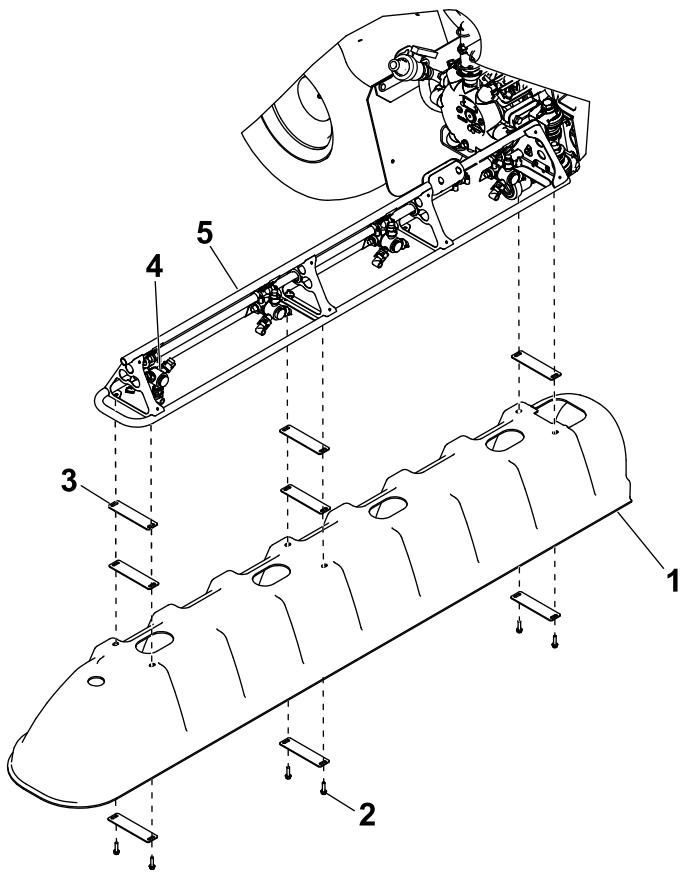

Bild 10
2. Befestigen Sie eine der Abdeckungen für den Seitenausleger (Bild 10) mit acht Scheibenplatten, sechs Sechskantschrauben ($\frac{5}{16}$ " x 1 $\frac{1}{4}$) und sechs U-Muttern.
Hinweis: Legen Sie weitere Unterlegscheiben zwischen die Abdeckungen des äußeren Auslegers und den Trägerrahmen des äußeren Auslegerabschnitts, um bei Bedarf mehr Abstand zwischen den Abdeckungen zu erreichen. Siehe Bild 10.